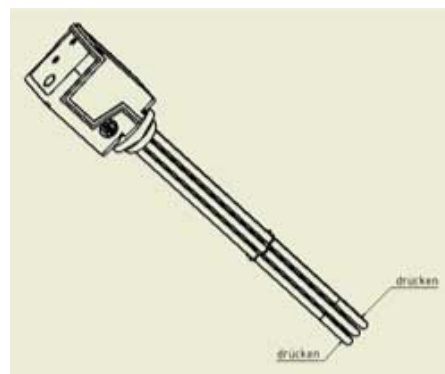

Abb. 1.3: Montage des Einschraubheizkörpers
- 1) Entfernen Sie die Seitenbleche der Wärmepumpenverkleidung um an den integrierten Pufferspeicher zu gelangen. In diesem Pufferspeicher ist serienmäßig ein 1,5 kW Heizstab montiert (siehe Abb. 1.3 auf S. 3).